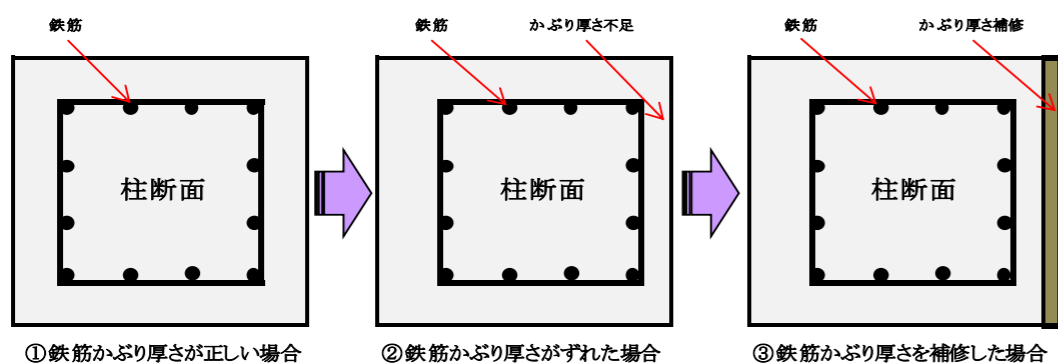

図1 コンクリート打設中に鉄筋がずれしめい鉄筋のかぶり厚さ不足ができた事例
1級建築士となられた皆様が、自分で設計した建物について、工事監理者として現場を監理しているときのトラブル「コンクリート打設中に鉄筋がずれてしまった(図1参照)」に関する判断の一例である。このトラブルは、規模にもよるが、施工という特殊性から避けて通れない一面がある(コンクリート打設中にスペーサがずれてしまったなどは回避しきれない)。その場合、どのように補修すべきか、建築基準法の「鉄筋のかぶり厚さ(令79条)」を踏まえて判断する必要がある。補修方法は、下記①と②のどちらかを選択することとなる。一般的には、②の耐火性能等(防火上支障のない)を有するポリマーセメントモルタルでの補修となるが、これには複雑な法的解釈が絡むので、誤解のないように把握して頂きたい。